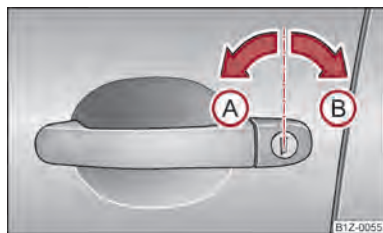

Fig. 12 Rotations de la clé pour déverrouiller et verrouiller
- Tournez la clé dans le cylindre de fermeture de la portière conducteur dans le sens de déplacement (position de déverrouillage) (A) ⇒ fig. 12.
- Tournez la clé dans le cylindre de fermeture de la portière conducteur dans le sens contraire du déplacement (position de verrouillage) (B) ⇒ fig. 12.